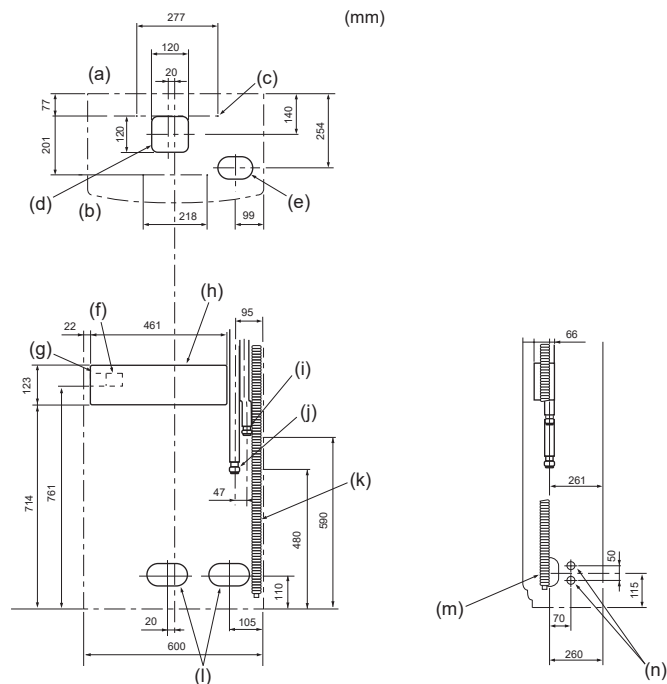

Abb. 4-3
4.3. Lage der Kältemittel- und Auslauf-/Dränagerohrleitungen (Abb. 4-3)